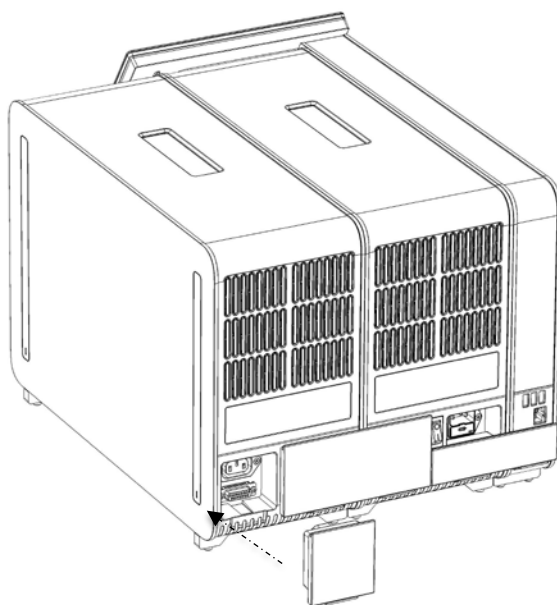

Abbildung 19: Verbinden des Abschlussstücks
7. Verbinden Sie das Abschlussstück mit dem Analysemodul an dessen Rückseite (Abbildung 19).